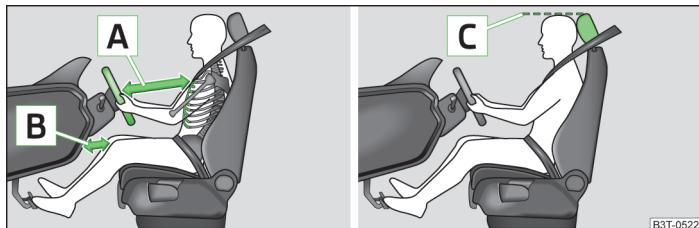

Fig. 158 Posición de asiento correcta del conductor / ajuste correcto del reposacabezas
- Ajuste el volante de tal modo que la distancia entre el volante y el esternón sea, como mínimo, de 25 cm - **A** ➤ fig. 158 y entre las piernas y el tablero de instrumentos en la zona del airbag de rodillas, sea de 10 cm **B**.
- › Ajuste el reposacabezas de tal modo que el borde superior del mismo se encuentre de ser posible a la misma altura que la parte superior de su cabeza ¹⁾  » fig. 158 de la página 187.
- › Ajuste el reposacabezas de tal modo que el borde superior del mismo se encuentre de ser posible a la misma altura que la parte superior de la cabeza  » fig. 158 de la página 187.